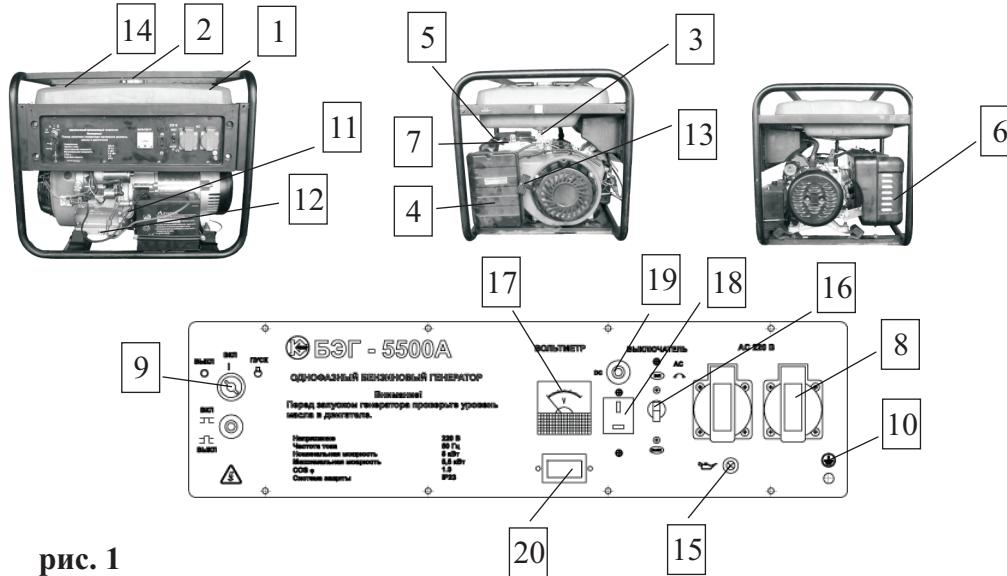

рис. 1
Общий вид генератора схематично представлен на рис. 1.
5.2.1 Вывинтить шуп 11 (рис.1) и залить в картер масло соответствующего типа до нижнего края горловины. Вставить сухой чистый шуп в горловину картера и вынуть его. Проверить уровень масла: граница смоченной области щупа должна располагаться между отметками минимального и максимального уровней.
5.3 Заземление корпуса генератора. При установке генератора следует подключить к резьбовой клемме 10 (рис.1) проводник заземляющего устройства, удовлетворяющего требованиям раздела “Обеспечение требований безопасности”.
5.5.1 Отключить всех потребителей переменного тока генератора, переведя автоматический выключатель 16 (рис.1) в отключенное положение, отсоединить потребителей постоянного тока от розетки 18 (рис.1).
5.5.2 Открыть топливный кран 3 (рис.1).
5.5.3 Перевести рычаг управления воздушной заслонкой 7 (рис.1) в крайнее левое положение при пуске холодного двигателя и в промежуточное при пуске прогретого двигателя.
5.5.4 Установить ключ замка зажигания 9 (рис.1) в положение “выкл”.
5.5.5 Плавно вытянуть до упора трос ручного стартера за ручку 13 (рис.1) и вернуть в исходное положение.
5.5.6 Установить ключ замка зажигания 9 (рис.1) в положение “вкл”.
5.5.8 После прогрева двигателя в течение времени около 10-40 секунд, в зависимости от начальной температуры, переведите рычаг воздушной заслонки 7 (рис.1) в крайне правое положение, если при этом двигатель работает неустойчиво вернуть рычаг заслонки в прежнее положение и обеспечить завершение прогрева двигателя.
### б) Включите автоматический выключатель 16 (рис.1).
с) Наличие и величина напряжения переменного тока индицируется и измеряется вольтметром 17 (рис.1). Причиной отсутствия напряжения при работающем генераторе может служить срабатывание автоматических выключателей защиты цепей от перегрузки 16,19 (рис.1). В этом случае следует устранить причину перегрузки и нажать кнопку или клавишу сброса соответствующего автоматического выключателя после его остывания.
5.6.1 При работающем генераторе отключить автоматический выключатель 16 (рис.1), отсоединить потребителей постоянного тока. Дать поработать генератору на холостом ходу 30 - 40 сек.
### 5.6.2 Повернуть ключ замка зажигания 9 (рис.1) в положение ”выкл”.
### 5.6.3 Закрыть топливный кран 3 (рис.1).